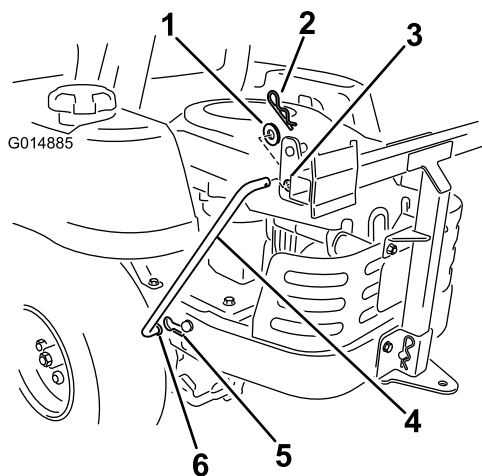

Figura 14
5. Montate due aste di supporto, una su ciascun lato del telaio del sistema di raccolta. Individuate la scanalatura sagomata già presente nel telaio della macchina e inserite l'estremità curva e svasata dell'asta nella scanalatura (Figura 14). Spostate l'asta all'indietro per inserirla in posizione nel telaio.
6. Inserite le estremità curve dell'asta nel telaio del sistema di raccolta, come illustrato nella Figura 14.